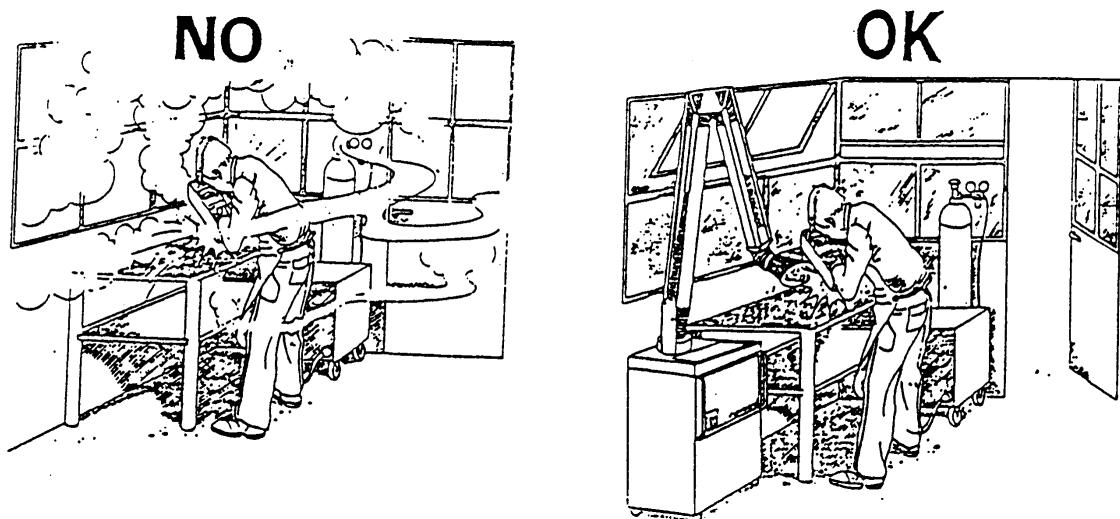

FIG.6
- L'area di saldatura deve essere fornita di un' adeguata aspirazione locale che può essere data da una cappa di aspirazione o da un sistema precostruito sul banco di lavoro che provveda all'aspirazione dai lati, davanti e sotto, ma non sopra al banco così da evitare il formarsi di polvere e fumi. L'aspirazione locale deve essere abbinata ad una adeguata ventilazione generale ed al ricircolo d'aria specialmente quando si sta lavorando un uno spazio ristretto (Fig.6). Qualsiasi sintomo di fastidio o dolore agli occhi, al naso o alla gola può essere causato da una inadeguata ventilazione; in tal caso interrompete immediatamente il lavoro e provvedete all'adeguata ventilazione dell'area.